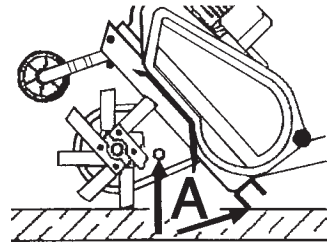

Fig. 7
- a) Aflojar la tapa a rosca (fig.7)